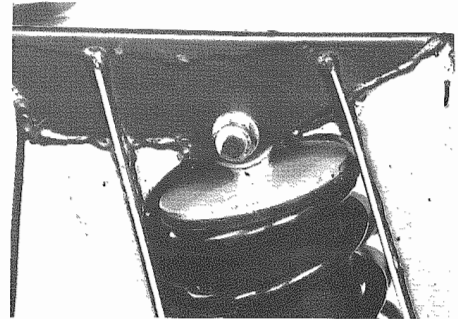
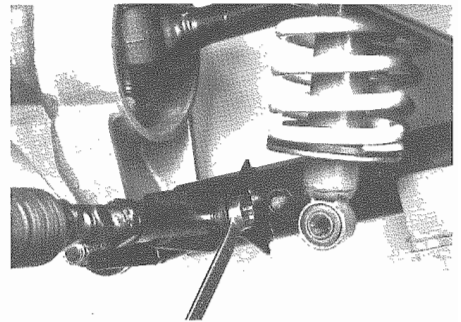

Fig. 5 - Viti di fissaggio superiore
Fig. 6 - Viti di fissaggio inferiore
- Smontare i quattro ammortizzatori: allentare la vite di fissaggio superiore (**Fig. 5**) ed inferiore (**Fig. 6**). Rimuovere l'ammortizzatore. Controllare lo stato dei silentblocks di fissaggio.
- Disassemble the four shock absorbers: loosen upper (**Fig. 5**) and lower (**Fig. 6**) fixing screws. Remove the shock absorber. Check conditions of rubber bushings.